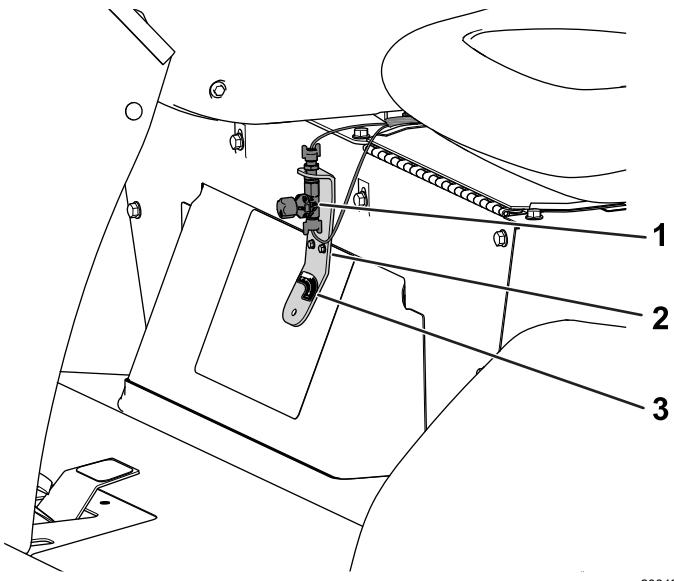
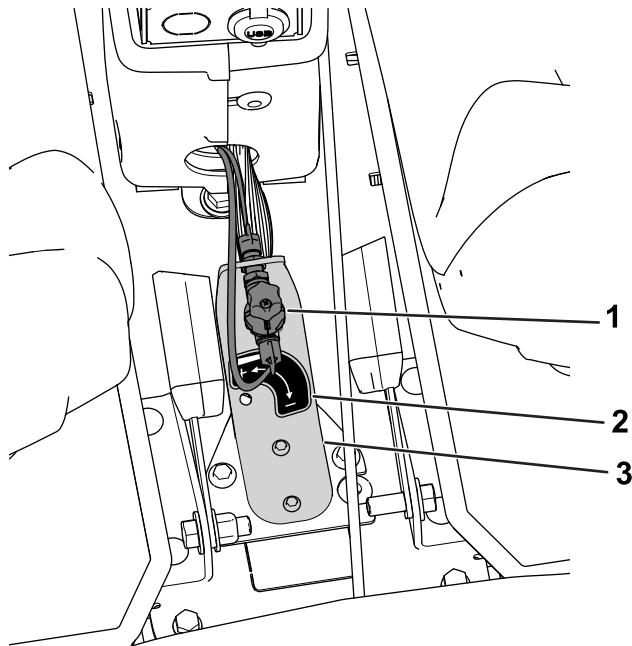

Figura 11
Figura 12
6. Instale la pegatina según se muestra en Figura 11 o Figura 12.